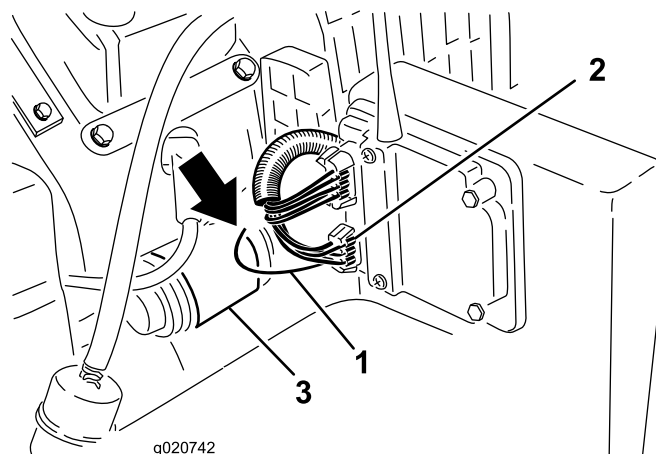

Bild 22
- Finden Sie den gelben Draht mit schwarzen Streifen, der in das Kabelbaumrohr gesteckt ist, der vom 6-Pin-Anschluss am Empfänger kommt (Bild 22). Ziehen Sie den Draht aus dem Rohr.